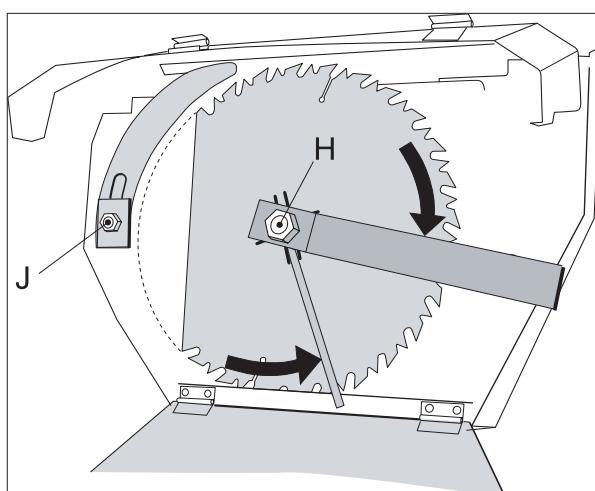

Fig. 18
- Sagbladdekselet åpnes ved hjelp av verktøy. Øvre beskyttelsesdeksel henges opp i lenken under sagbordet. Fjern sagbladet ved hjelp av medfølgende verktøy. Festemutteren **H** er venstregjenget og den løsnes ved å skru "med klokka". Sagbladet må holdes igjen med et annet verktøy. Påse at dekselet på bladboksen er lukket etter skifte av bladet. *Se fig. 18.*
- Spaltekniven må alltid være montert når sagen er i bruk. Justering av spaltekniven fremgår av *fig. 18 og 19*.